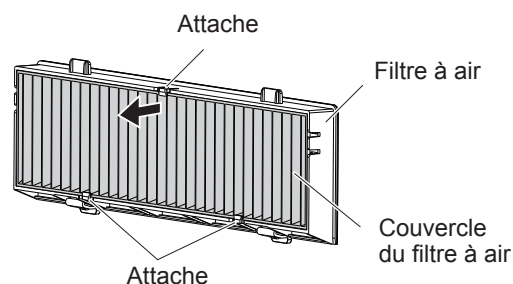

Fig. 2
- Le filtre à air est maintenu par les 3 attaches. Tenez par une attache la fibre du filtre à air près du côté du couvercle puis sortez le filtre à air de son couvercle dans la direction de la flèche représentée. (Fig. 2)